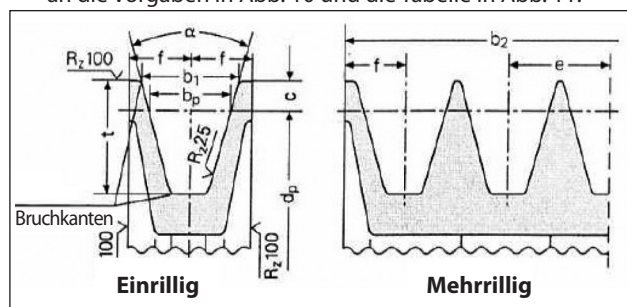

Abb. 10
- Verwenden Sie Riemenscheiben für Keilriemen mit den vom Riemenhersteller vorgeschriebenen / empfohlenen Rillenmaßen. In Ermangelung dieser Werte halten Sie sich an die Vorgaben in Abb. 10 und die Tabelle in Abb. 11.